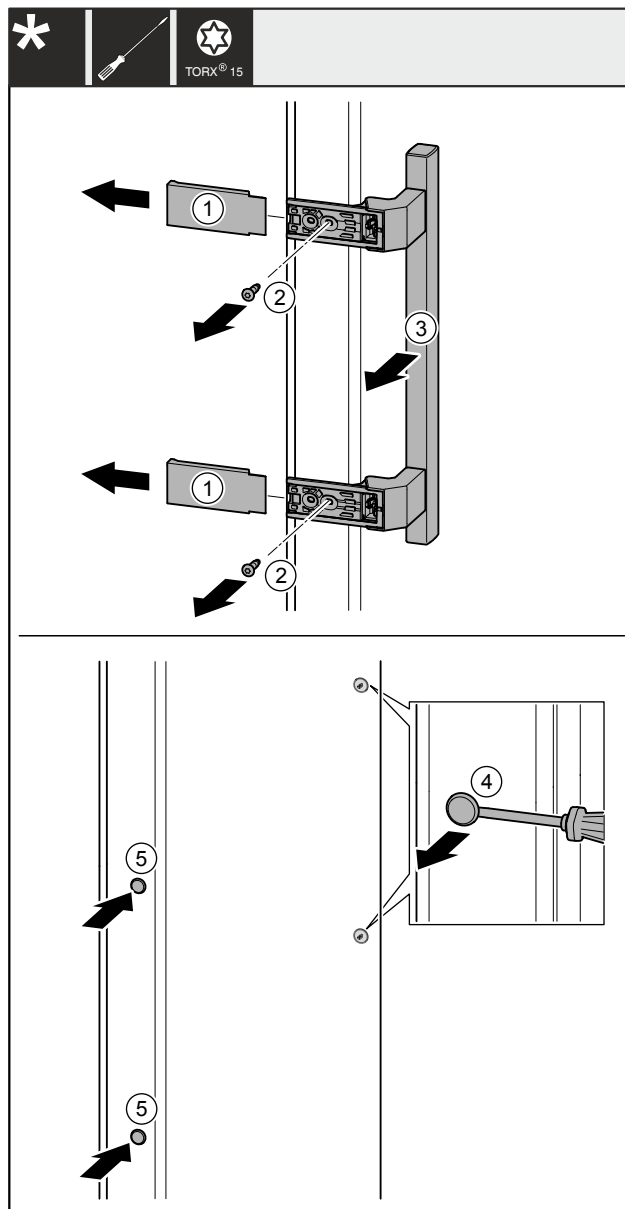

Fig. 40
- ▶ Зніміть кришки Fig. 40 (1).
- ▶ Викрутіть гвинти Fig. 40 (2) за допомогою викрутки.
- ▶ Зніміть ручку Fig. 40 (3).
- ▶ За допомогою шліцевої викрутки обережно підійміть та витягніть бокові пробки Fig. 40 (4).
- ▶ Знову вставте пробки Fig. 40 (5) з іншого боку.